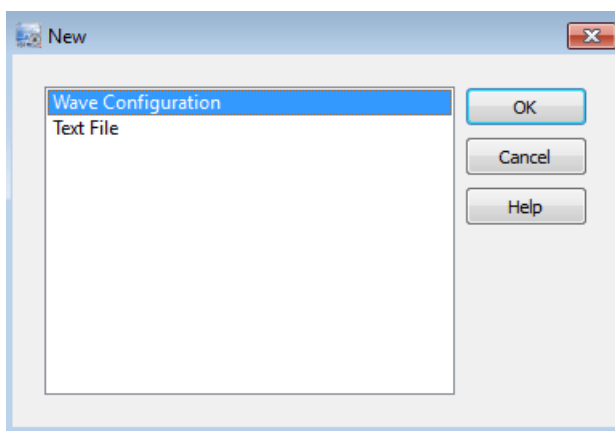

図 4-43 : 新規波形コンフィギュレーション
2. [New] ダイアログ ボックスで [Wave Configuration] を選択して [OK] をクリックします (図 4-43)。